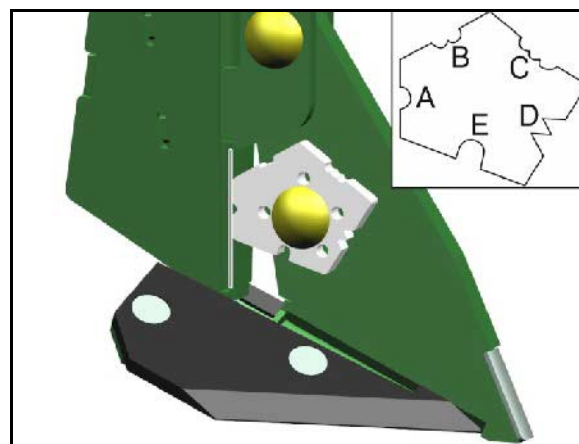
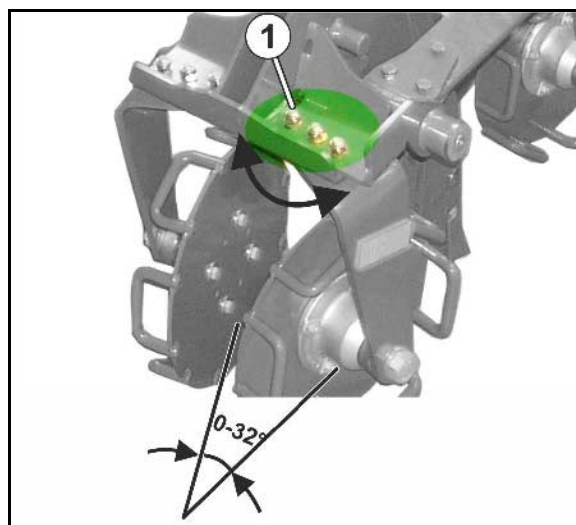

Рис. 89
Рис. 90
2. Открутите гайку-барашек (Рис. 89/2).
3. Установите высоту датчика уровня (Рис. 89/1) в соответствии с необходимым остаточным количеством посевного материала.
4. Затяните гайку-барашек (Рис. 89/2).
Монтаж датчика уровня выполняйте как показано на рисунке (Рис. 89)! Датчик уровня не должен, как показано на рисунке (Рис. 90), прилегать к корпусу бункера!